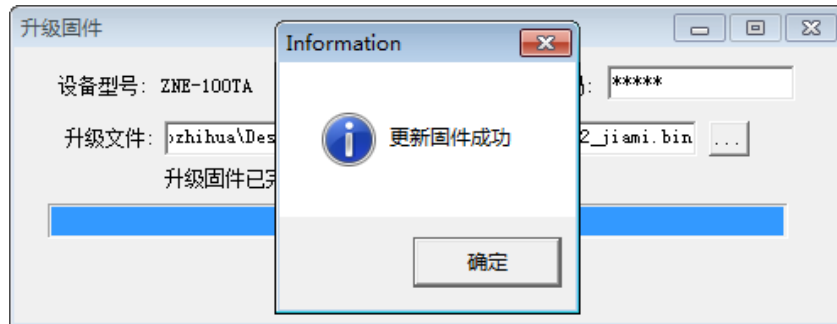

图 7.8 固件升级成功
8. 此过程需要一段时间，若最后升级成功则会弹出如图 7.8 所示的更新固件成功窗口。点击“确定”，此时固件升级结束。